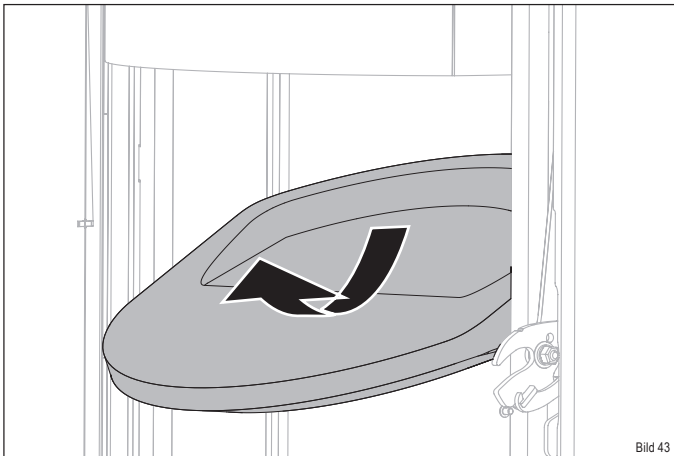

Bild 43
- ▶ Nehmen Sie den Thermostein vorsichtig, wie abgebildet, aus der Halterung (Bild 43).